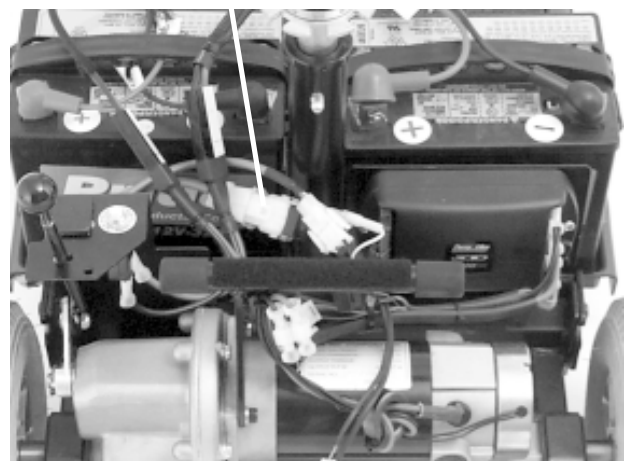

Abbildung 15. Verbindungsstecker hauptkabelbaum
7. Trennen Sie die Steckverbindung <Abbildung 15> des 9-poligen Haupt-Verbindungssteckers.
5. Verbinden Sie die Steckerhälften des 9-poligen Hauptverbindungssteckers <Abbildung 15> miteinander.
7. Verbinden Sie die Steckerhälften der beiden Batterie-Verbindungsstecker miteinander. <Abbildung 15>